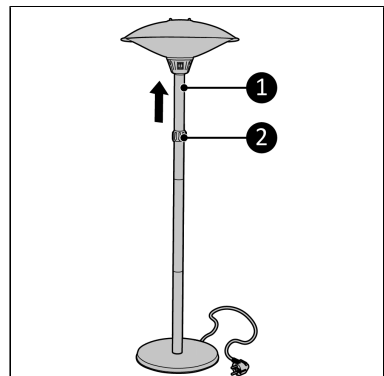

Abbildung 35.
9. Lösen Sie den Einstelltaster (Abbildung 35, Pos. 2) und ziehen Sie das Innenrohr (Abbildung 35, Pos. 1) bis zur maximalen Höhe aus dem verstellbaren Rohr heraus.